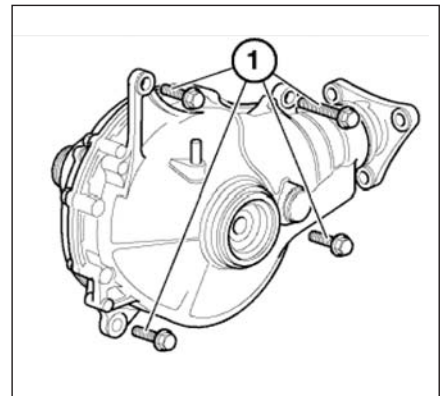

Рис. 13.10. Редуктор переднего моста
- Вывернуть болты (1, рис. 13.10) и осторожно снять редуктор переднего моста. Снять монтажное кольцо (9, см. рис. 13.3) и уплотнительное кольцо (8).